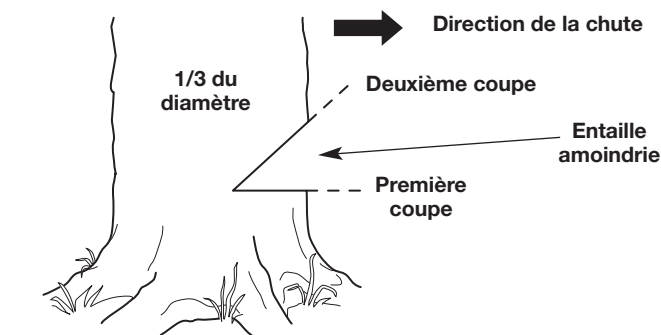

Fig. 9
1. Faites une coupe horizontale dans le tronc de l'arbre (Fig. 9). La coupe doit être environ un tiers du diamètre de l'arbre et près du sol. Pour éviter que le guide-chaîne ne soit pincé par le poids du bois, faites toujours cette coupe en premier.
2. Faites une coupe de 45° dans le tronc de l'arbre, par-dessus la première coupe (Fig. 9). Continuez la coupe jusqu'à ce que les deux entailles se rencontrent.